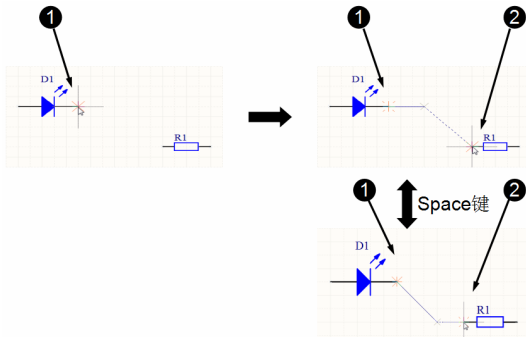

图 4-31 45°走线模式
【例 4-9】 使用 45°走线模式连接如图 4-31 所示的引脚。
(1) 按下 P+W 键进入导线绘制状态, 此时编辑窗口下方状态栏显示当前走线模式, 如果不是 45°走线模式, 可以按下 Shift + Space 快捷键进行切换。
(2) 移动光标到 D1 右边引脚, 变成红色米字标志后单击, 确定导线起点, 如图 4-31 所示, 然后移动光标到 R1 左边引脚, 可以看到系统自动生成了两段走线, 它们之间的夹角为 45°。
(3) 按下 Space 键, 可以观察到走线方向发生了改变, 原先是先水平再 45°走线, 现在变成了先 45°再水平走线。
(4) 在 R1 左边引脚处, 当光标变成了红色米字标志后再次单击, 完成整条导线绘制。